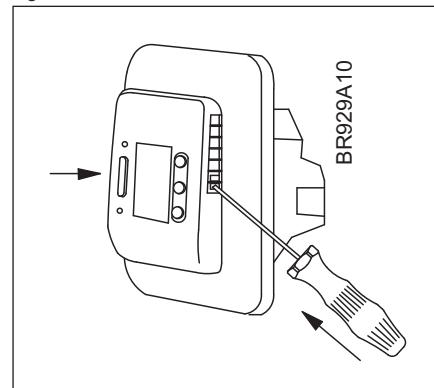

Fig. 2
- Ledninger tilsluttes ifølge diagram (fig. 2).